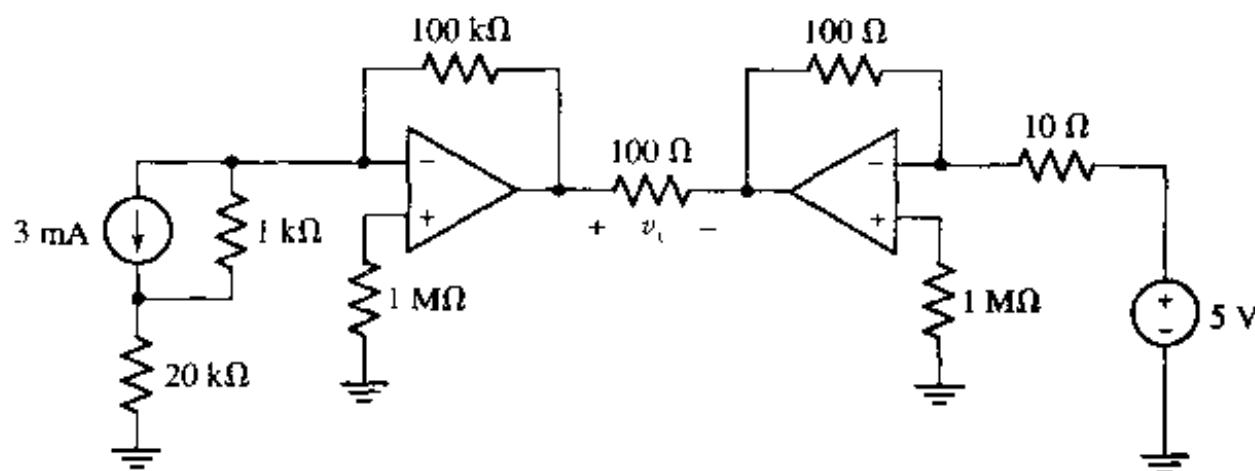

图 6.36
16. 计算图 6.36 中多个运放电路中的 v_{out} 。